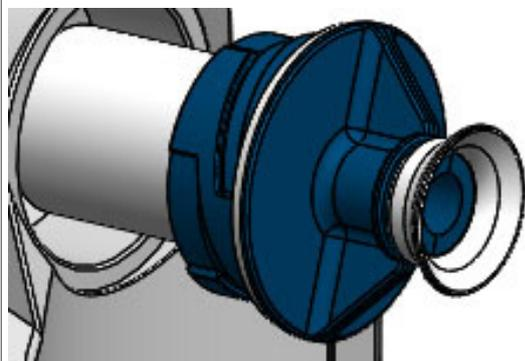

Bild 4
- ☞ Zwischen dem Gerät und dem Sekretbehälter TRACHEOFIRST® PRO / TRACHEOPORT® PRO befindet sich der Bakterien- und Virenfilter. Dieser besteht aus einem hydrophoben Bakterien- und Virenfilter sowie der blauen Halterung mit einer weißen Dichtung. Der Bakterien- und Virenfilter schützt das Gerät wirkungsvoll vor Übersaugung und Kontamination (siehe Bild 4).